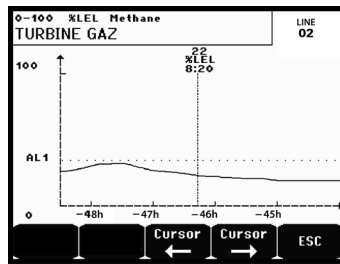

Abbildung 18: Beispiel eines Bildschirms mit Kurvenanzeige
H.	Funktionstasten. <ul style="list-style-type: none"> <li>■ Menü: Anzeige des Hauptmenüs Siehe Abschnitt „Hauptmenü“ auf Seite 29.</li> <li>■ Kurve: Anzeige der Messkurven der letzten 10 Tage (Abbildung 18). Mit den Tasten → und ← kann der Cursor durch die Zeitskala bewegt werden. Die vertikale gepunktete Linie zeigt die Konzentration und den Zeitstempel des berücksichtigten Punkts an. Escape: kehrt zur Anzeige der Werte zurück.</li> </ul>